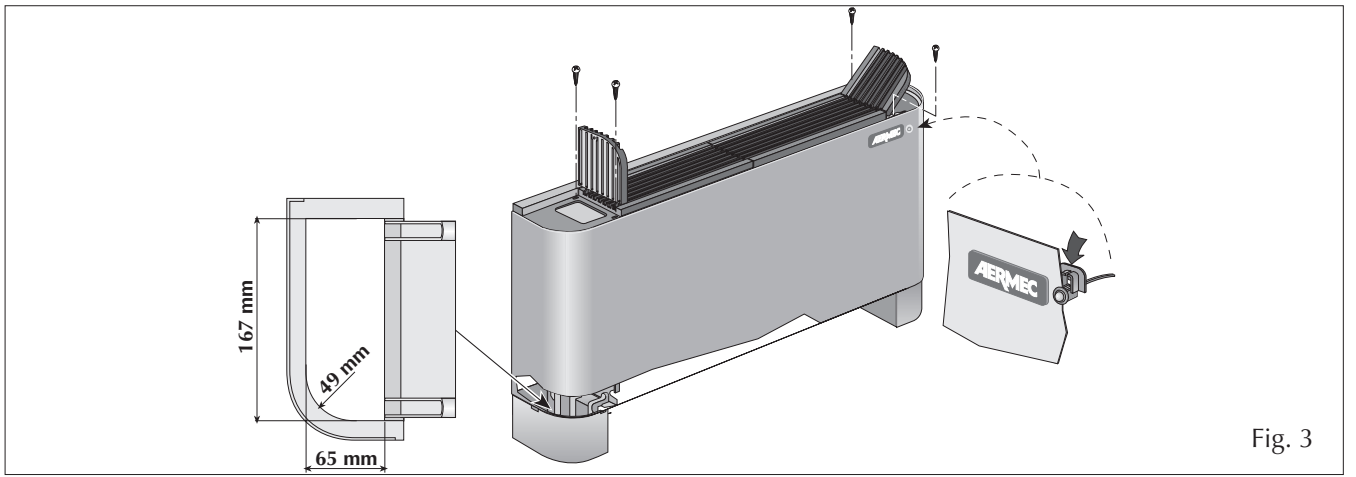

Fig. 3
- Retire la carcasa soltando previamente los tornillos de fijación (Fig. 3).